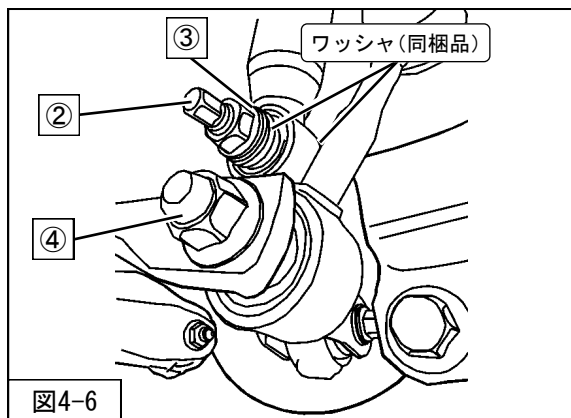

図4-6
を取付け、リアショックアブソーバASSY(同梱品)を車両に取付けてください。(図4-6・4-7)
12. ④スタビライザリンク取付ナット(締付トルク: 75N・m)を取付けてください。(図4-6)